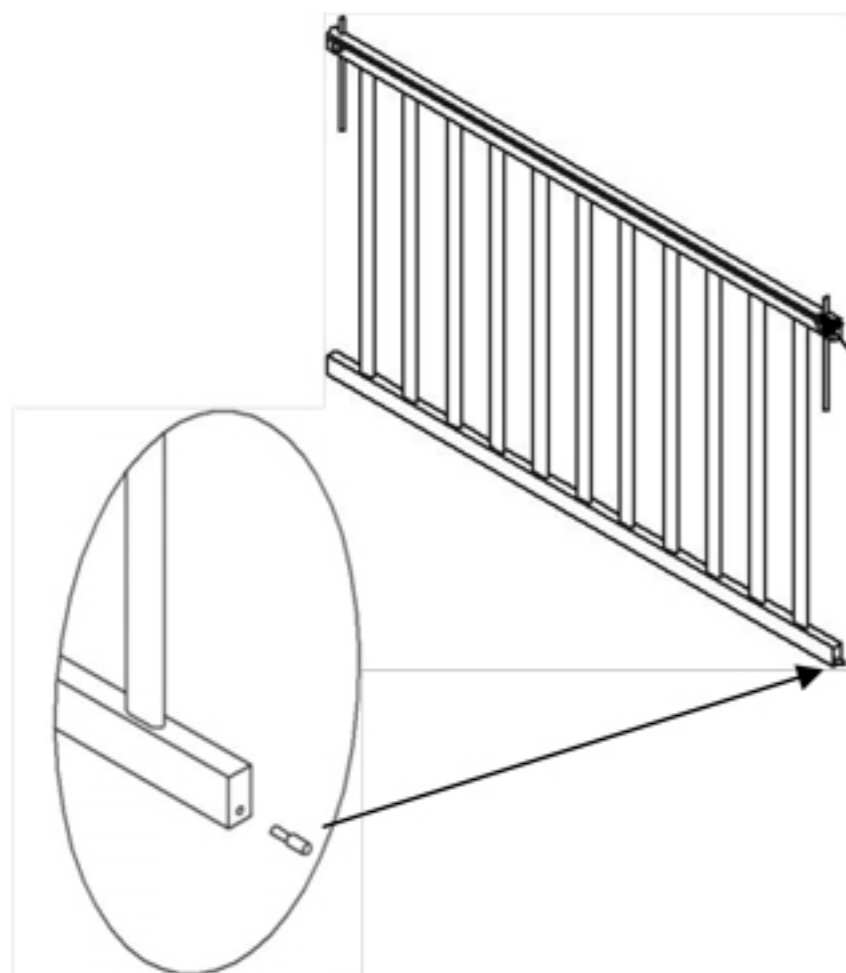

Рис.1
4. На спинки (1,2) прикрутить держатели дна (23) на винты М6х30 (16).
5. Собрать спинки (1,2) с задним боковым ограждением(3) на конфирматы (13), при помощи ключа(21).
6. Установите дно(5) в нужное положение по высоте на винты М6х60 (14) и гайки- бочонки(17).
- Установить малые штыри из комплекта механизма опускания «Кнопка» в отверстия нижней планки переднего ограждения с обеих сторон. Рис.1.